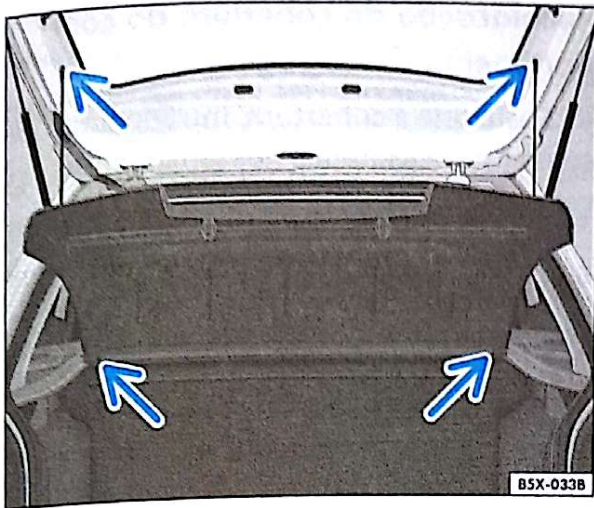

Fig. 85 Cobertura do compartimento de bagagem: remoção e instalação
- Desprenda os cordões de suporte ⇒ fig. 85 -setas superiores- da tampa do compartimento de bagagem.
- Remova a cobertura dos seus suportes laterais ⇒ fig. 85 -setas inferiores-, puxando-a para traseira do veículo.
- Empurre a cobertura para a frente, introduzindo-a nos seus suportes laterais ⇒ fig. 85 -setas inferiores-.
- Encaixe os cordões ⇒ fig. 85 -setas superiores- na tampa do compartimento de bagagem.